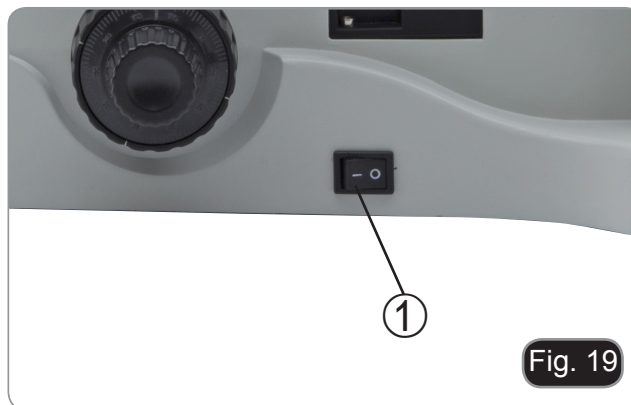

Fig. 19
Mova o interruptor principal ① para a posição "I" para ligar o microscópio. (Fig. 19)